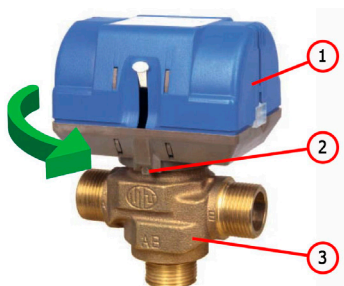

Рисунок 19. Общее устройство трёхходового клапана VMR 25:
- 1) Демонтировать привод клапана. Нажмите на кнопку под приводом см. поз. 2 рис. 19 и поверните привод клапана против часовой стрелки на 90°. Затем снимите его с клапана подняв вверх.